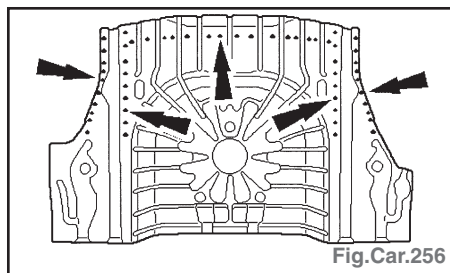

Fig.Car.256
- Percer des trous pour le soudage par bouchonnage (Fig.Car.256).